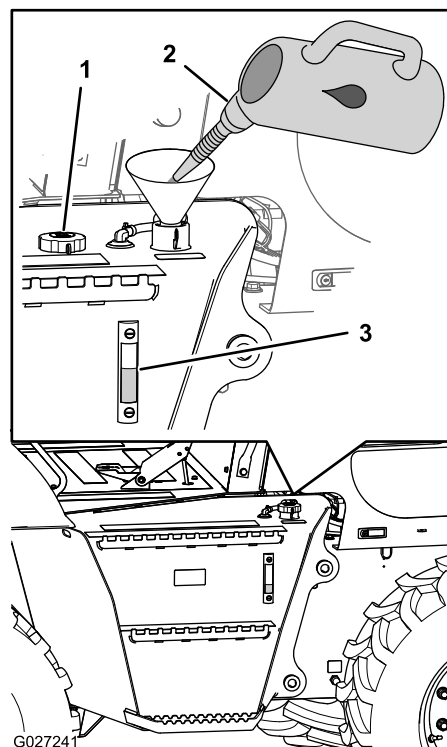

Figure 45
1. Contrôlez le niveau de liquide hydraulique dans le regard de niveau situé sur le côté du réservoir hydraulique (Figure 45).
2. Si le liquide hydraulique n'est pas visible dans le regard, enlevez le bouchon de remplissage (Figure 45), faites l'appoint de liquide hydraulique spécifié jusqu'à ce que le niveau soit à mi-hauteur du regard, puis remettez le bouchon de remplissage en place.